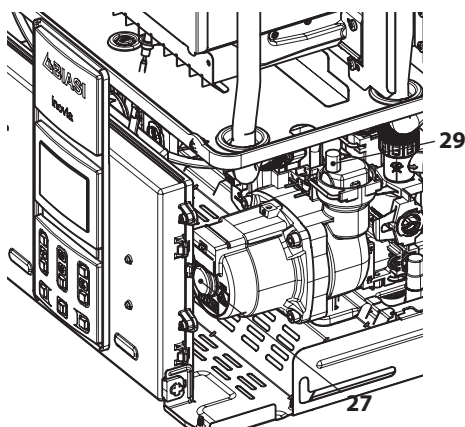

Figura 6.3
- Allentare il tappo della valvola di sfiato automatica 29 in Figura 6.3.
- Togliere il tappo 27 in Figura 6.3 e sbloccare la pompa ruotando il rotore con un cacciavite.